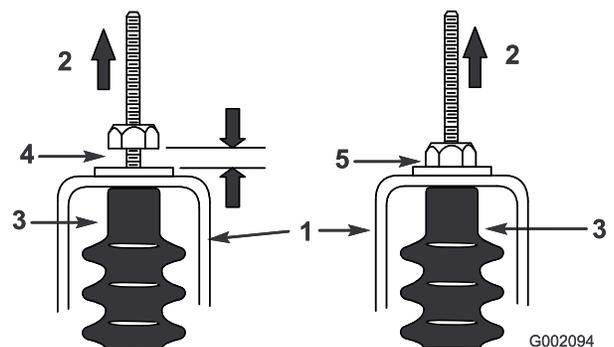

図 53
5. それぞれのシフトケーブルを引っ張って、ナットワッシャとニュートラルブラケットとの間に 0.76-1.52 mm のすきまがあることを確認する 図 53。